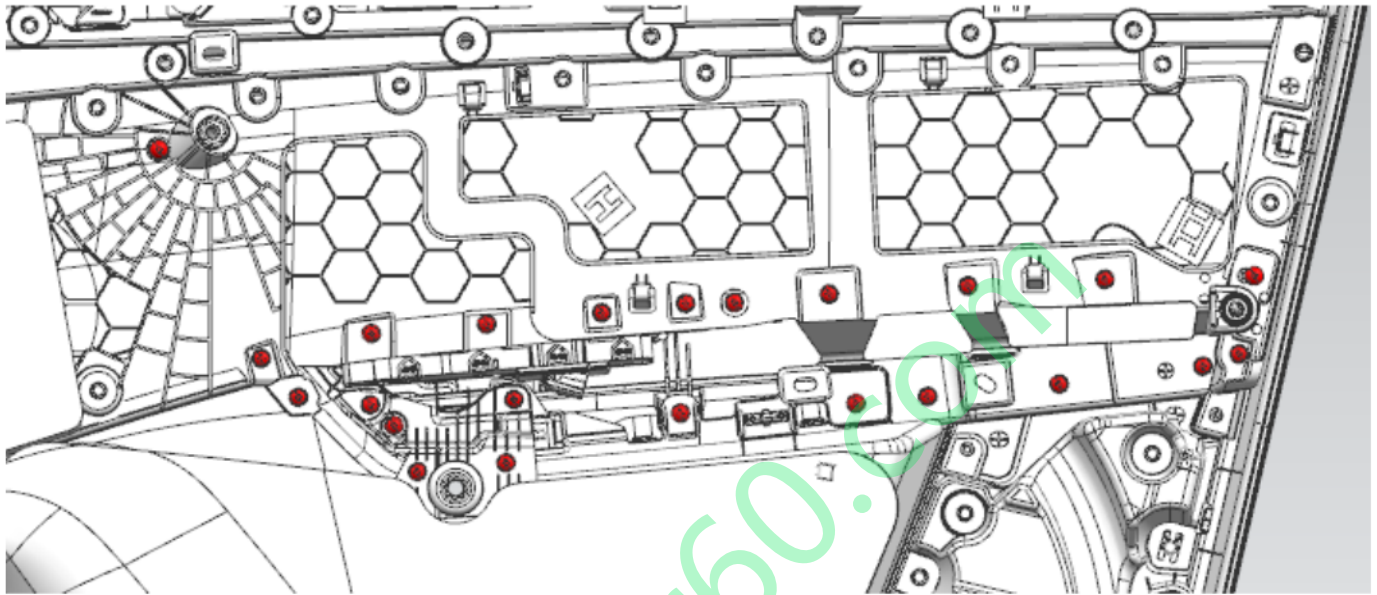

图 7-1 开关面板拆卸示意图
(1) 如图7.1, 拆下门板后, 用十字螺丝刀将门板上螺钉(如下图红色所示)拆卸下来, 注意不要划伤零部件和门板;